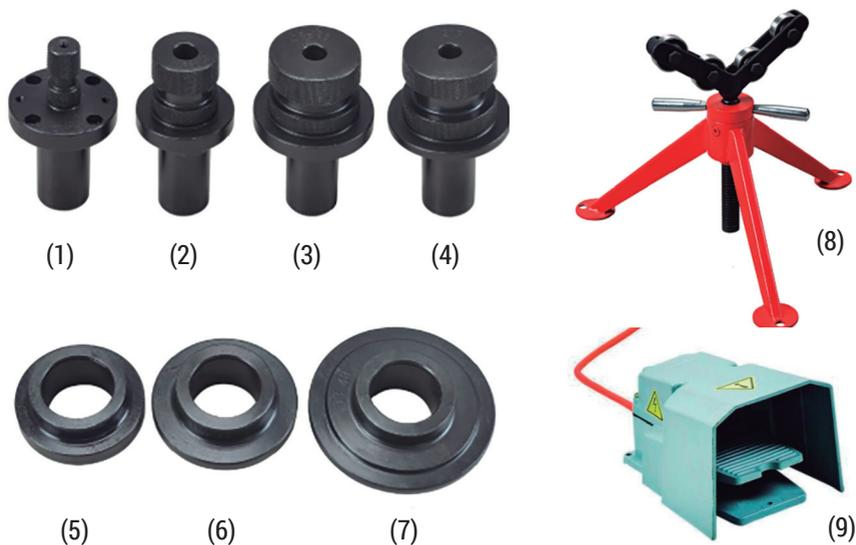

Figura 2
Conforme Figura 2:
**EXCESSÃO:** A fixação da matriz inferior menor (Figura 2, Parte 1) é realizada por 4 parafusos aparafusados diretamente na estrutura da máquina. Neste caso, não é utilizada fixação por eixo interno, como nas outras matrizes inferiores.